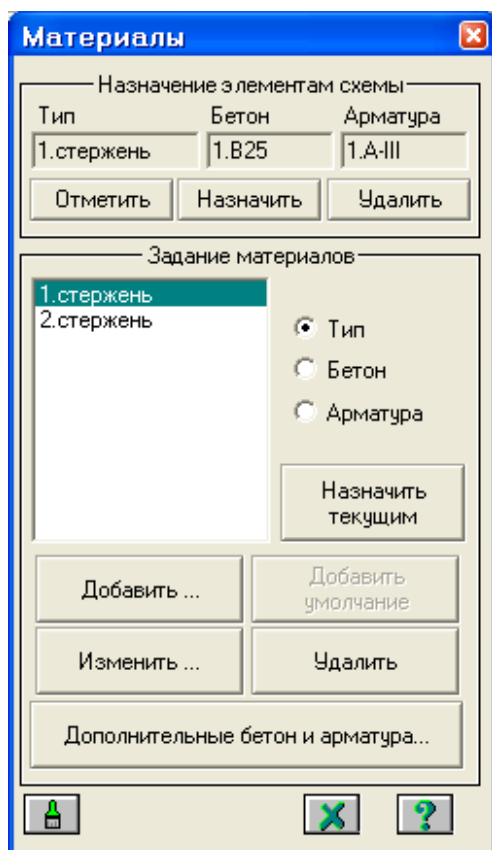

Рис.11.27. Диалоговое окно **Материалы**
- С помощью меню **Редактирование** ⇒ **Задание и выбор материала** (кнопка  на панели инструментов) вызовите диалоговое окно **Материалы** (рис.11.27).